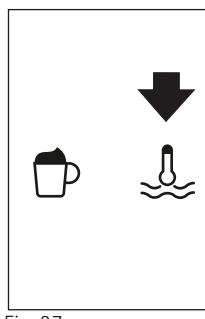

Fig. 27
- Premere l'icona ☕ (B13) (Fig. 27).